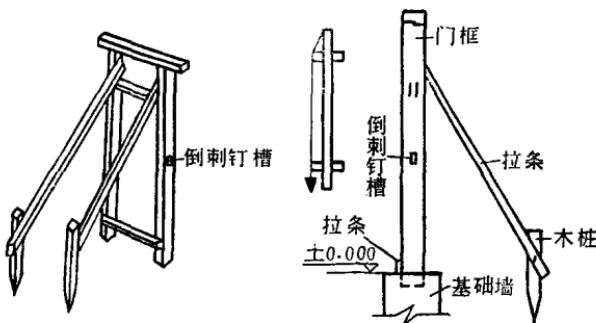

图 4 立门框示意
8. 立门窗框应用拉杆拉好。钉拉杆的方法是砍两个木桩打入地下，拉杆一端钉到门框上部的里面，一端钉到木桩上，见图4。